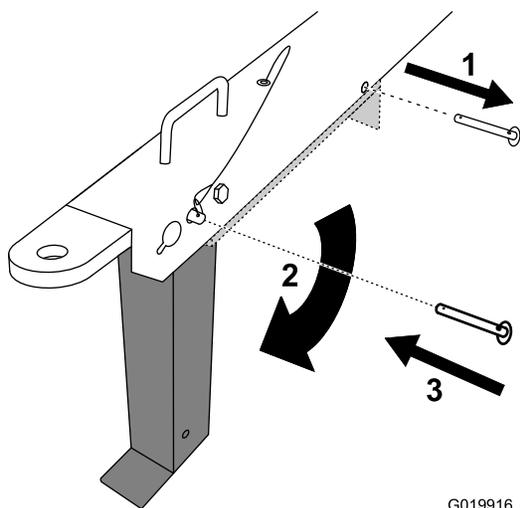

Figure 30
6. Sortez l'axe de chape du pied stabilisateur avant et de la flèche (Figure 30).
7. Faites pivoter le pied stabilisateur avant vers le sol (Figure 30).
8. Poussez l'axe de chape dans le trou avant de la flèche et le pied stabilisateur avant (Figure 30) et abaissez la machine au sol avec précaution.